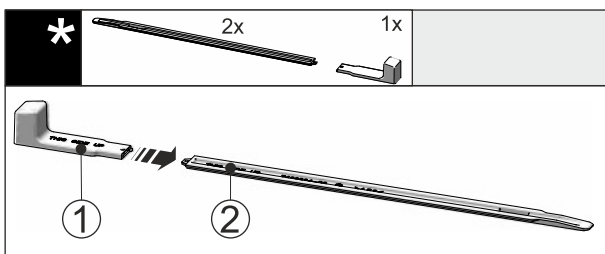

Fig. 46
▶ Dugja rá a szerelőfogantyút Fig. 46 (1) a szintezősínre Fig. 46 (2).